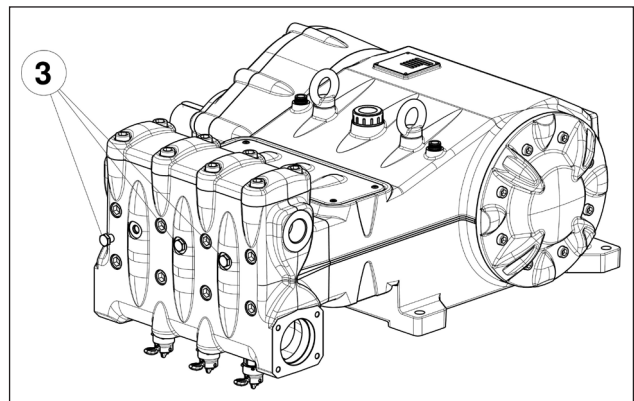

Abb. 11
Bei etwaige Ansaugproblemen durch unzureichende Versorgung können Sie die drei frontseitigen Verschlüsse (nicht bei Version MK40) abnehmen, siehe in Pos. ③ Abb. 11.